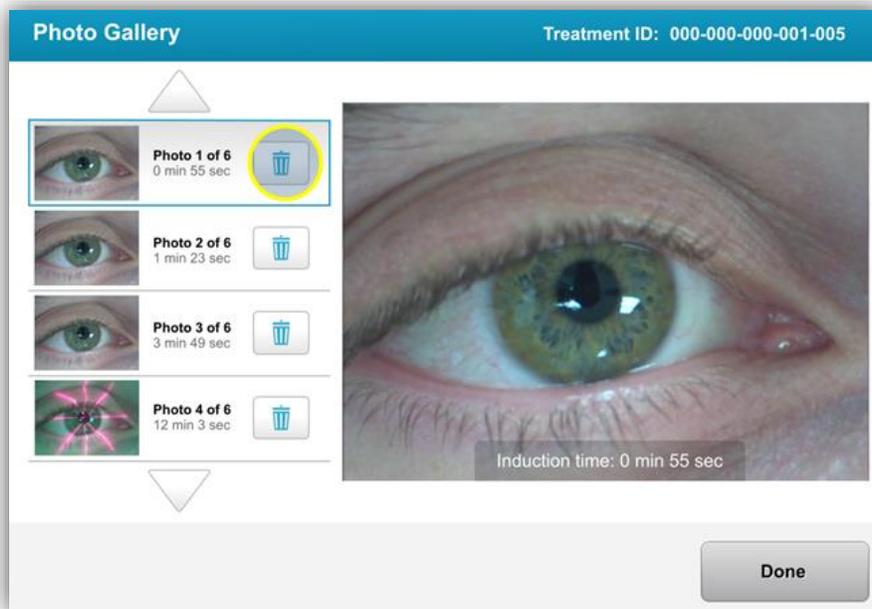

Figura 3-34. Selecione 'lixo' para excluir
- Na galeria fotos, selecione o ícone da lixeira ao lado da foto a ser excluída, conforme mostrado na Figura 3-34.